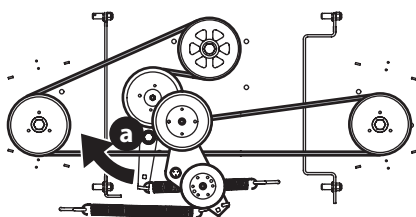

Fig. 54
- Con una llave de 1/2" inserte el extremo en el orificio cuadrado de 1/2" en el montaje de polea loca de la plataforma (a) y rote el montaje de polea loca de la plataforma (a) hacia la derecha (Fig. 54). Mientras sostiene el montaje de polea loca (a) de la plataforma, afloje la correa de la plataforma de la polea y deslice la correa lejos de la polea.
- Coloque la correa nueva (Fig. 54). Luego vuelva a instalar la plataforma y la correa de la PTO.